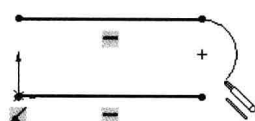

图 3-4 切线弧预览
Step5 切线弧预览。将光标移回到该端点，当光标形状变为时，将其移开，屏幕上预览显示将生成一条切线弧，如图 3-4 所示。